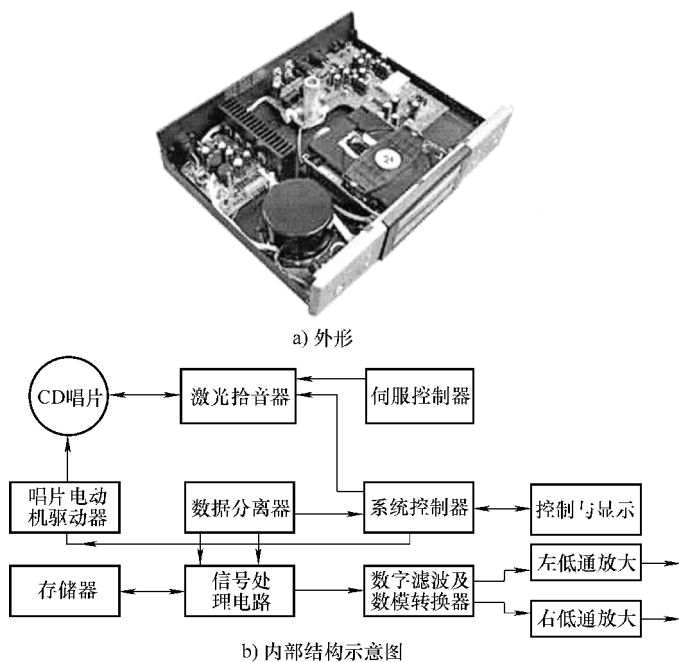

图 10-32 CD 唱机结构
1) 基本结构。如图 10-32 所示，CD 唱机（激光唱机）由光学系统、机械系统和电信号处理系统三大部分组成。光学系统用来拾取 CD 唱片上的各种信号，机械系统用来完成 CD 唱片的运转及激光拾音器的循迹运动，电信号处理系统用来处理各种电信号。